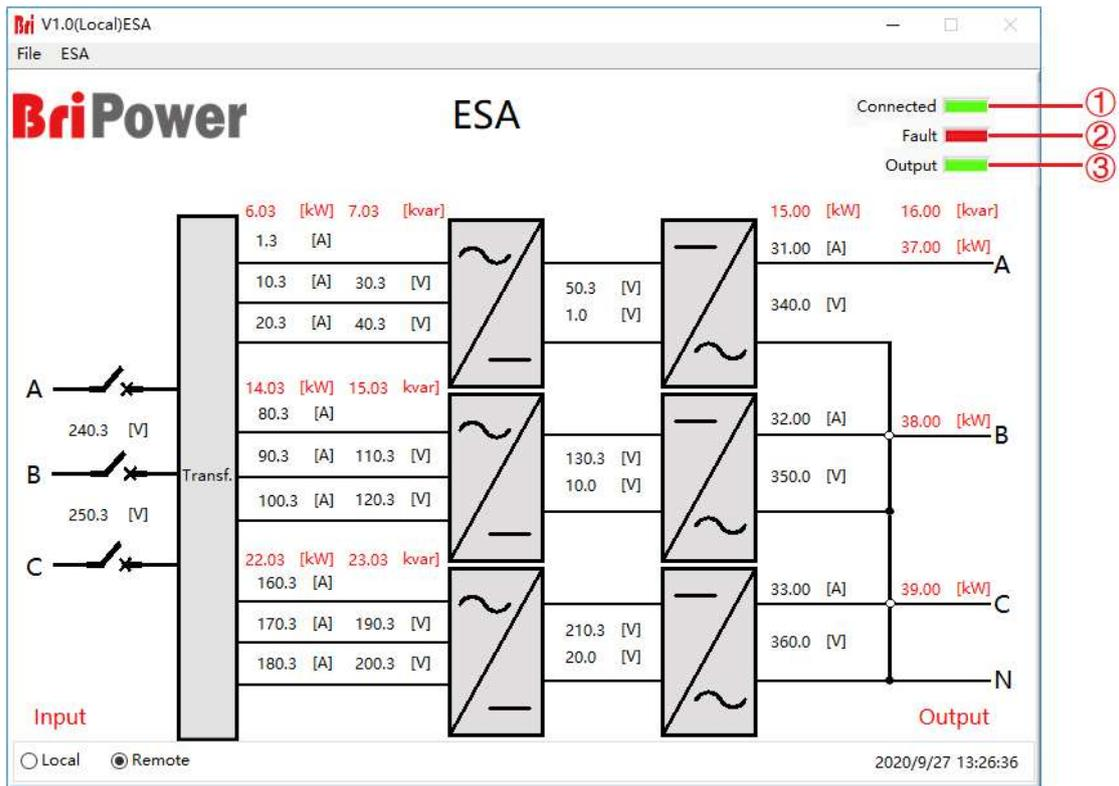

图 5-1 软件主界面
ESA 系列提供 GUI 软件，安装在使用 windows 操作系统的前触摸屏上（该软件还可以安装在连接电源的控制 PC 机上）。电源初始化几秒钟后，控制模块和触摸屏工作，设备进入待机状态，设备白色指示灯（图 3-3①）常亮，Connect 绿色指示灯（图 5-1①）常亮，所有的功能和参数都可以通过触摸屏显示器或 GUI 软件进行设置和运行。
Output On	用于交流输出启停，正常输出时按钮显示为绿色，“ Output” 绿色指示灯常亮（图 5-1 ③）；无输出时按钮显示为红色。